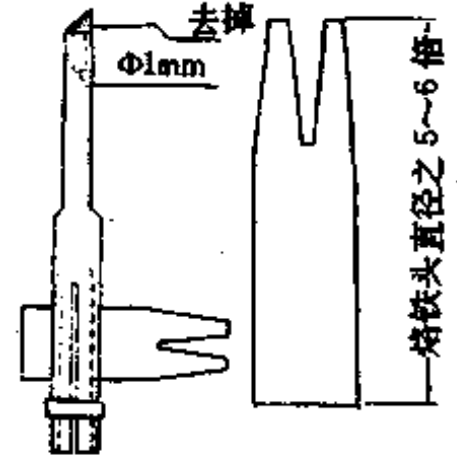

图 1-14 图 1-15
1. 将烙铁头端部截去,然后垂直于烙铁头截面打一个直径为 1mm 的小孔,深度不定。如图 1-14 所示,使用时,把烙铁烧热后吃上锡,将元件引线穿过电路板,用小孔对准要焊接的部位,一沾就可以了。这样焊点又圆又亮,并且焊接可靠。